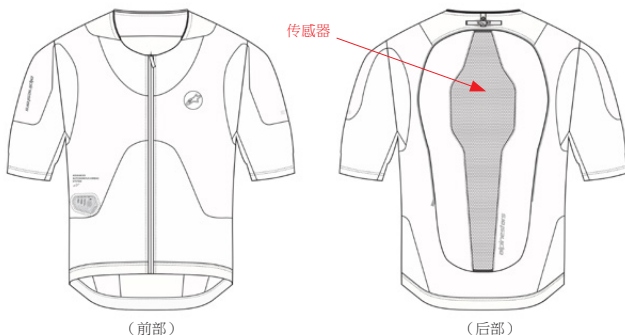

图 1 - 传感器位置
该系统由一个带有内置传感器的安全气囊控制单元 (5) 组成 (图 1)。安全气囊控制单元 (5) 的传感器组由位于背部保护装置 (4) 内的 1 个三轴加速度计和 1 个三轴陀螺仪组成。这些传感器用于监测用户身体是否受到冲击或出现意外动作。如果用户身体受到高能量和/或突变能量的冲击, 系统将启动。当摩托车发生事故时, 就会出现这种情况, 例如摩托车与其他车辆或物体发生碰撞、骑士失去控制或从摩托车上摔下时。